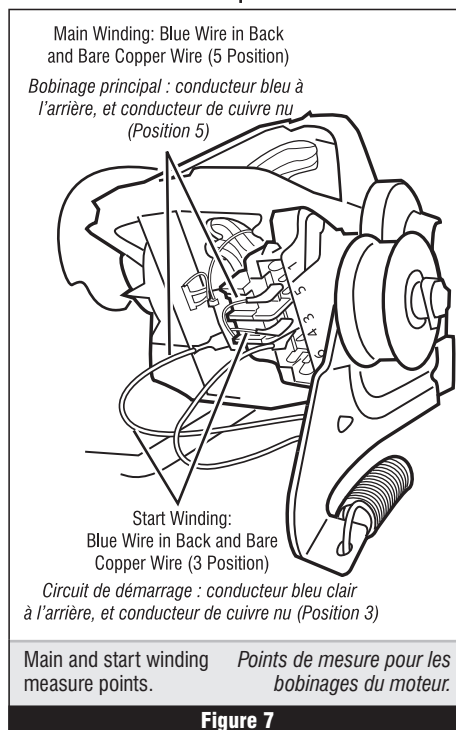

Figure 7
7. Using figure 7, check for the resistance values of the motor's Main and Start winding coils as shown in the following table.
7. Consulter la figure 7, mesurer les valeurs de résistance des bobinages du moteur (bobinage principal et bobinage de démarrage). Voir le tableau suivant.